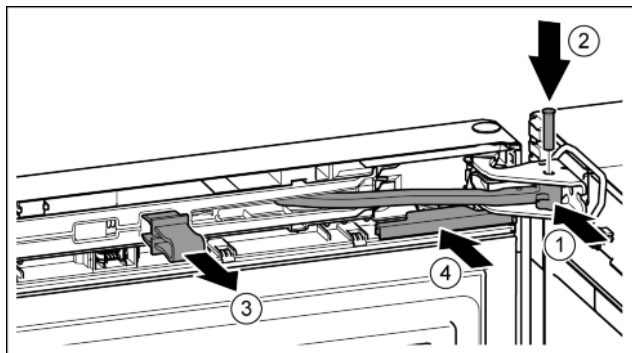

Fig. 42
- Ruotare lo snodo nel blocco di supporto. Fig. 42 (1)
- Inserire il perno nel blocco di supporto e nello snodo. Prestare attenzione che l'arresto sia correttamente in sede nella scanalatura. Fig. 42 (2)
- Togliere la protezione. Fig. 42 (3)
- Inserire spingendo la copertura. Fig. 42 (4)